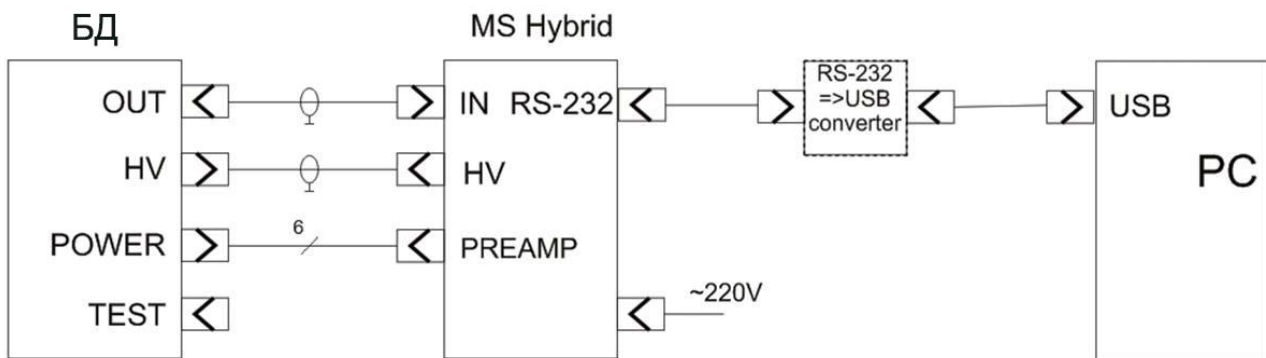

Рис. 15. Схема кабельных соединений элементов для вариантов исполнения комплекса Эко ПАК-01-3, Эко ПАК-02-3, Эко ПАК-03-3.
1.6.24 Схемы кабельных соединений элементов вариантов исполнения комплекса Эко ПАК-01-1, Эко ПАК-02-1, Эко ПАК-03-1 и Эко ПАК-01-2, Эко ПАК-02-2, Эко ПАК-03-2 с подключением к компьютеру показаны на Рис. 14 и Рис. 15, соответственно.
1.6.26 На Рис. 15 показана работа комплекса совместно с персональным компьютером (обозначен как РС).